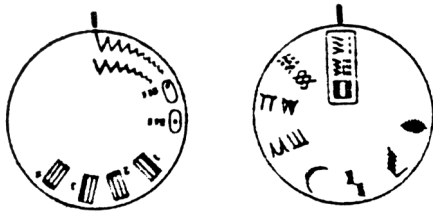

Рис. 9
- Установить регулятор на стежок “зиг-заг” максимальной ширины (рис. 9).
- Ослабить винт 29 при помощи гаечного ключа размером 2,0 мм (рис. 9а).
Рис. 9а